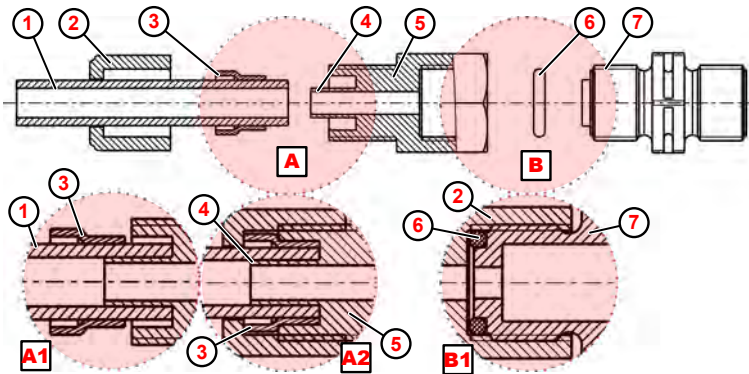

Fig. 7 : Raccord de conduit et flexible avec douille d'appui intégrée
1. ➤ Placer le joint torique ( Fig. 7 , ⑥ ) dans la rainure de la soupape d'aspiration ou de refoulement ⑦ .
2. ➤ Serrer le raccord à visser ⑤ (détail B1).
3. ➤ Couper droit le flexible ① .
4. ➤ Enfiler l'écrou-raccord ② sur le flexible ① .
5. ➤ Enfiler l'anneau de serrage ③ sur le flexible ① .
6. ➤ Pousser le flexible ① jusqu'en butée sur la douille d'appui ④ (détail : A1).
7. ➤ Serrer le raccord à visser ⑤ (détail A2).